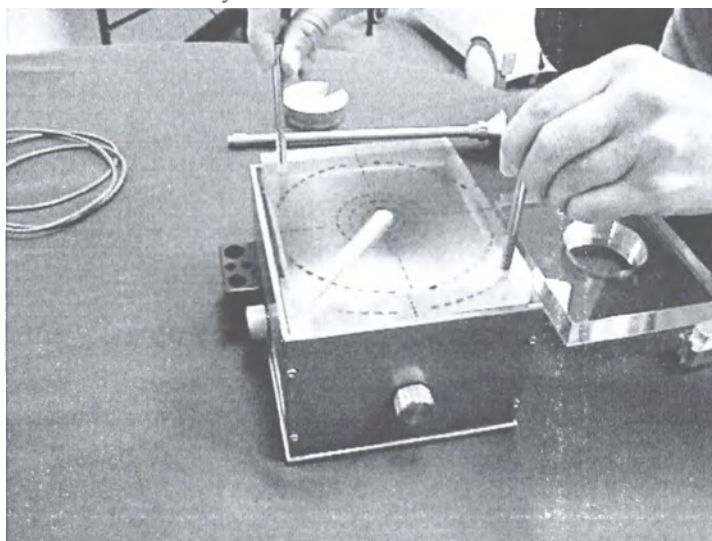

Рис. 3: Подготовка к установке панели в монтажный корпус
- Выровняйте плоскопараллельную панель относительно угла монтажного корпуса, как показано угловой стрелкой на панели (см. Рис. 3).